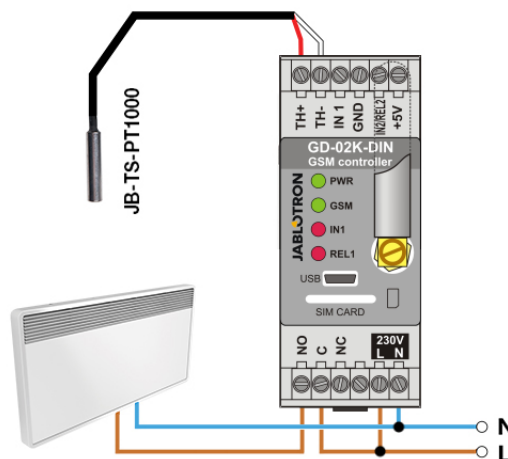

Figura 5: Monitorización de temperatura y control de calefacción.
- En este modo, el dispositivo controlado tiene que estar conectado a través de la salida de potencia REL1 (ver Figura 5).